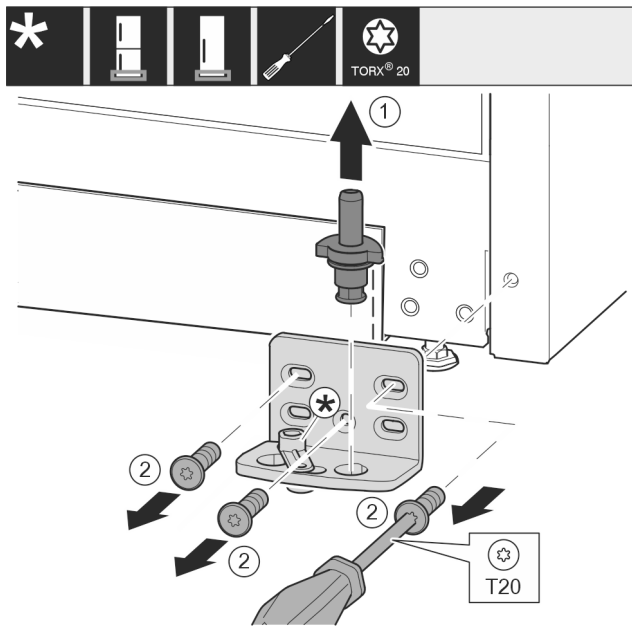

Fig. 13
- ▶ Extrageți complet bolțul de lagăr în sus. Fig. 13 (1)
- ▶ Extrageți prin rotire și detașați șuruburile cu șurubelnița T20. Fig. 13 (2)